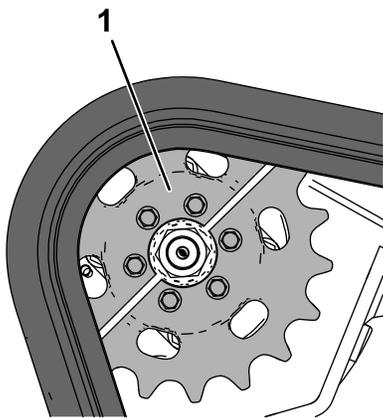

図 60
2. 平らな場所に駐車し、スプロケットハーフのうち一枚のみがクローラと噛み合っていることを確認する 図 60。